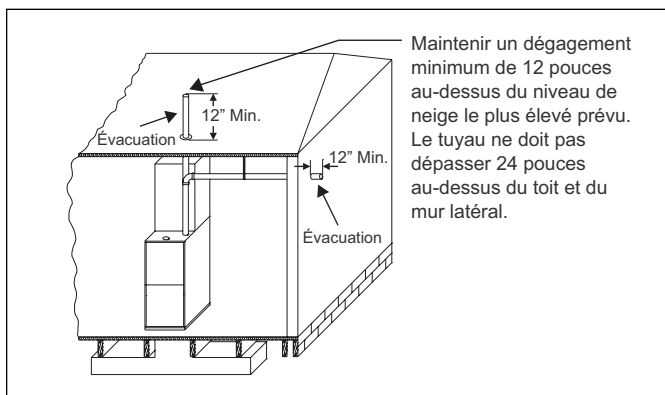
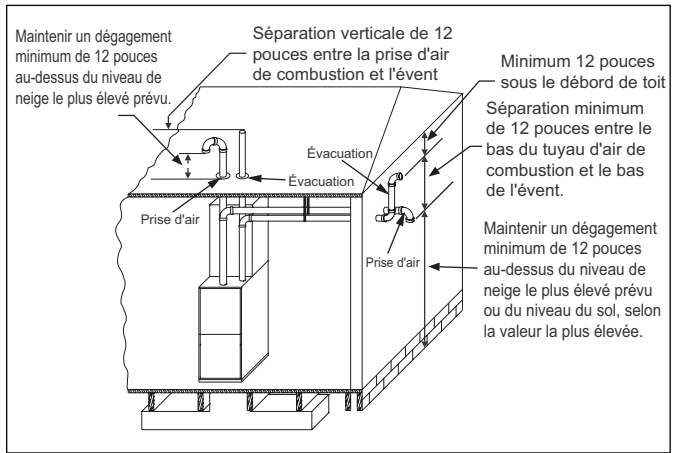

Figure 27 Configuration de terminaison - 1 tuyau
Figure 28 Configuration de terminaison - 2 tuyaux
7. Les systèmes de ventilation directe doivent être installés de manière à ce que l'évent et les tuyaux d'air de combustion se terminent dans la même zone atmosphérique. Voir Figures 27 ou 28.
Plusieurs unités peuvent être installées dans un espace ou une structure dans une configuration à un seul tuyau ou à deux tuyaux. Le côté air de combustion de la configuration à tuyau unique illustrée à la figure 28 est appelé dans les présentes instructions alimentation en air de combustion ambiant. Suivez les instructions pour les installations d'air de combustion ambiant, en accordant une attention particulière à la section sur la source d'air de l'intérieur du bâtiment. L'évent d'un système à tuyau unique doit être installé comme spécifié dans la section ventilation de ces instructions, l'évent se terminant comme illustré à la figure 27. Chaque fournaise doit avoir un tuyau d'évacuation séparé. En AUCUN cas, les deux tuyaux de ventilation ne peuvent être attachés ensemble.
Si de l'air de l'extérieur est introduit pour la combustion et la ventilation, l'espace clos doit être pourvu de deux ouvertures permanentes. Le côté air de combustion de la configuration à deux tuyaux illustrée à la figure 28 peut être installé de manière à ce que le tuyau d'air de combustion se termine comme décrit dans les sections sur l'air de combustion extérieur ou l'air de combustion ventilé dans ces instructions.